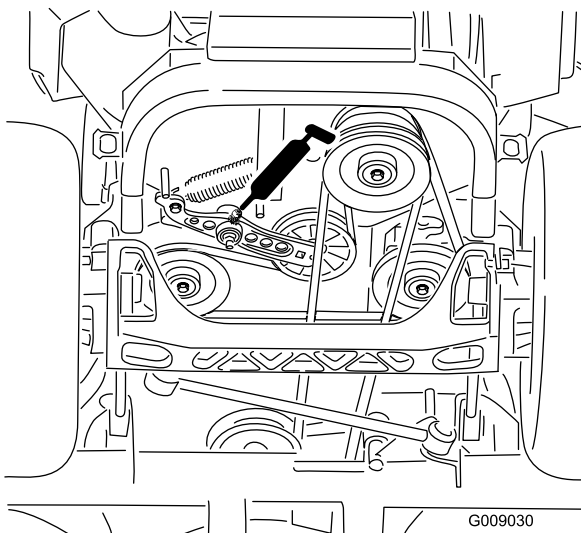

Bild 43
5. Schmieren Sie den Spannarm des Treibriemens (Bild 43).